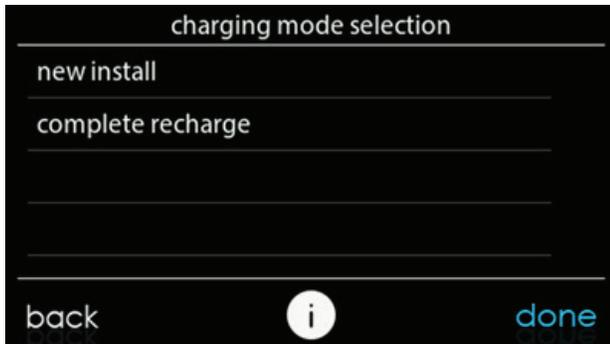

Fig. 18 – Sélection du mode de charge
12. S'il s'agit d'une nouvelle installation, c'est-à-dire si l'ODU est chargé en usine, sélectionnez « New install » (nouvelle installation) à l'écran « Charging mode selection » (sélection du mode de charge) (voir la Fig. 18).